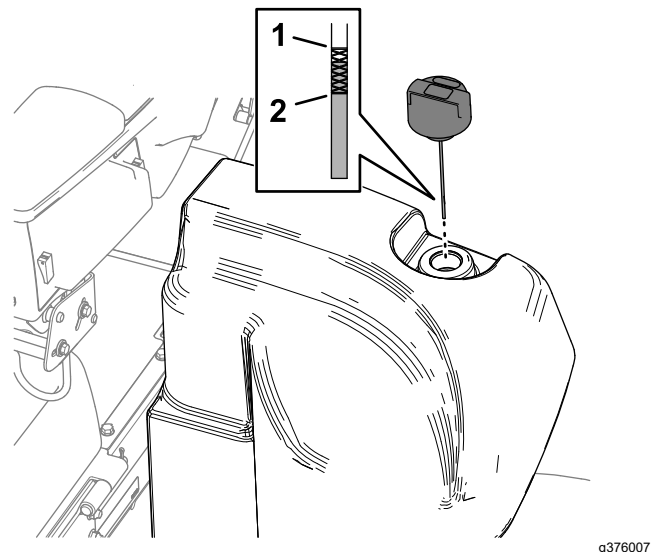

Figure 101
2. Nettoyez la surface autour du goulot et du bouchon de remplissage du réservoir hydraulique (Figure 101).